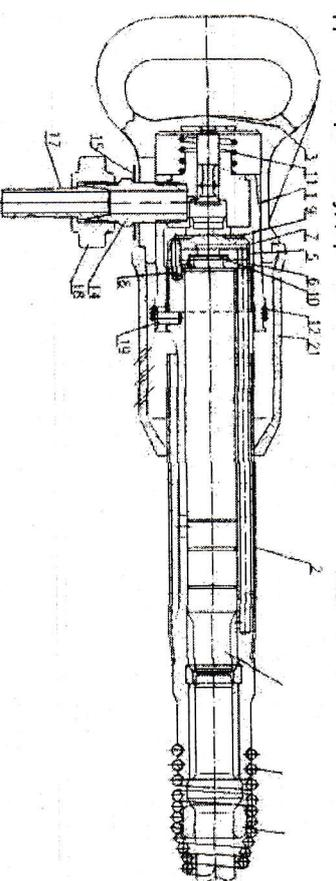

Рис. 1
7.1. Молоток (рис. 1) представляет собой поршневую пневматиче-скую машину ударного действия с клапанным воздушхораспределением, работающую под действием сжатого воздуха. Молоток состоит из возду-хораспределительно-ударного механизма, рукоятки с собранным в ней пусковым устройством и кожуха-глушителя.
9.1. Разборку молотка для устранения неисправностей, профилактического осмотра или его консервации производит только квалифицированный специалист в следующей последовательности (рис. 1):
1. Молоток не работает	Рис. 1.